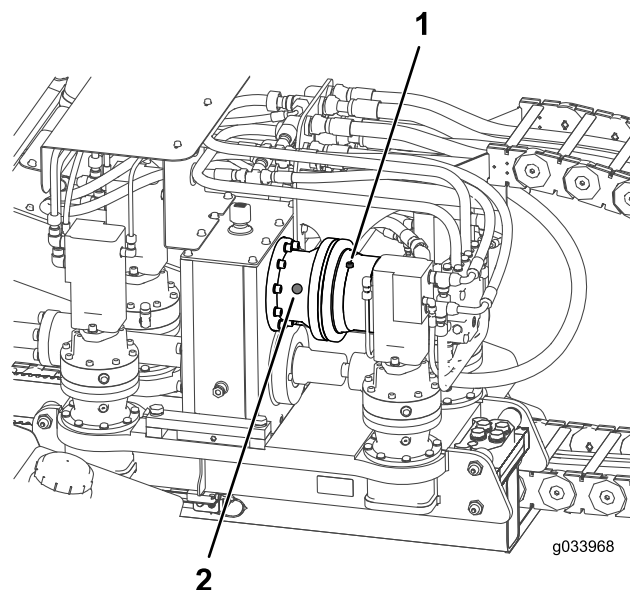

Bild 101
2. Prüfen Sie den Ölstand im Schauglas am Planetengetriebe des Drehmotors (Bild 101).
3. Wenn der Ölstand niedrig ist, entfernen Sie die Ölstandsschraube (Bild 101).